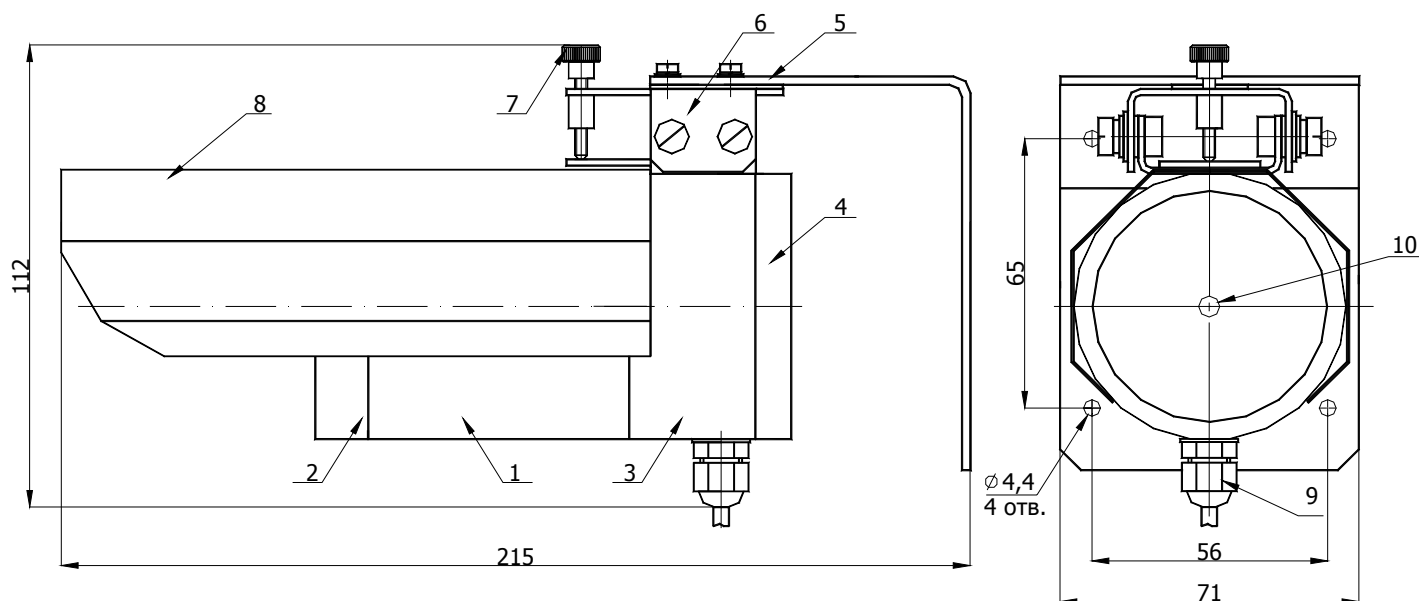

Рис. 1.2 Общий вид извещателя
1.4.1 Общий вид извещателя приведен на рис. 1.2. Конструктивно извещатель выполнен из круглого корпуса (1) с козырьком (8), закрепленных на кронштейне (6) и угольнике (5), обеспечивающем возможность установки на стене, балке, опоре, заборе и т. д. Крепление угольника производится с помощью шурупов.